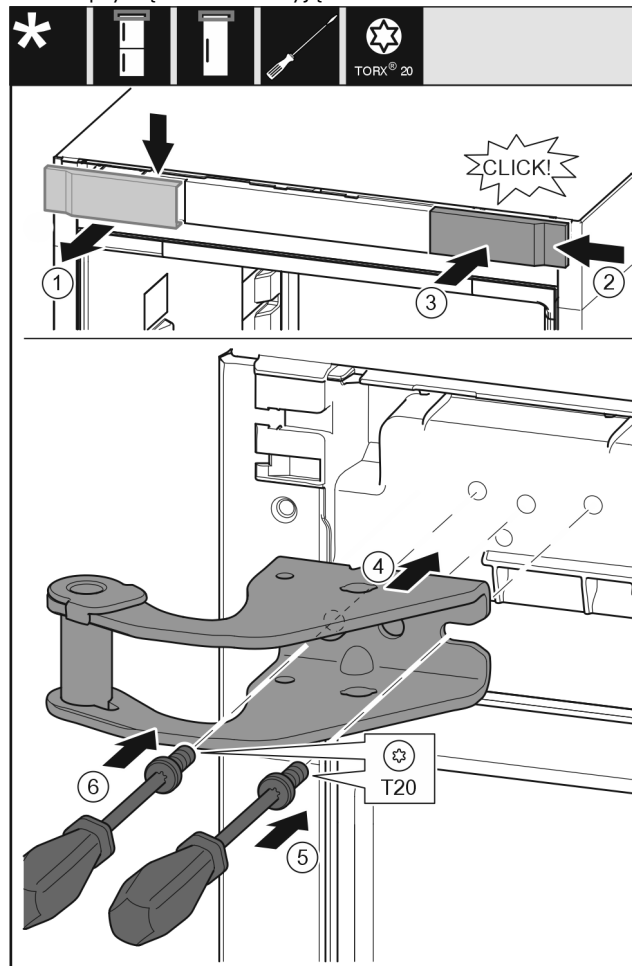

Fig. 14
- ▶ Wyjąć osłonę od góry do przodu. Fig. 14 (1)
- ▶ Osłonę obrócić o 180° założyć z drugiej strony od prawej. Fig. 14 (2)
- ▶ Zazębić osłonę. Fig. 14 (3)
- ▶ Założyć górną płytkę zawiasu. Fig. 14 (4)
- ▶ Śrubę założyć przy pomocy śrubokręta T20 i mocno dokręcić. Fig. 14 (5)
- ▶ Śrubę założyć przy pomocy śrubokręta T20 i mocno dokręcić. Fig. 14 (6)